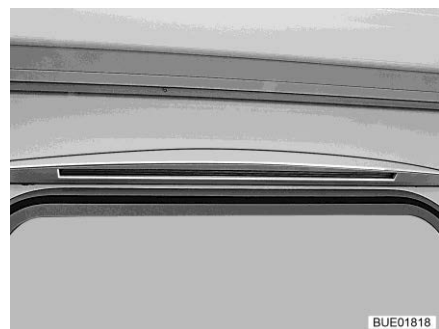

Bild 79 Förtältsbelysning
- Belysning förtält (Bild 79) (delvis extrautrustning)